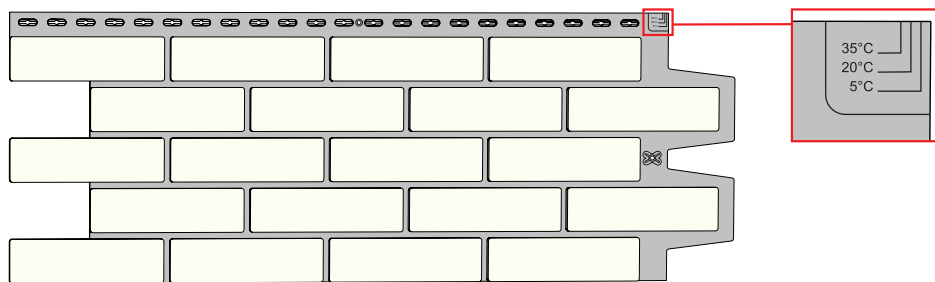

Рисунок 14
6.12 При торцевой стыковке панелей необходимо оставлять зазоры между панелями с учетом температурных насечек. (Рис. 14).